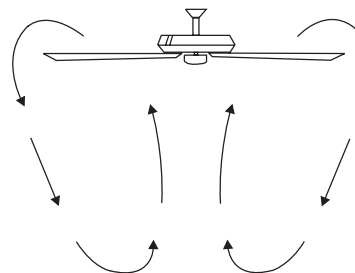

Fig. 24
**Fonctionnement par temps frais :** Inverser (sens horaire). Un flux d'air ascendant évacue l'air chaud des zones du plafond Fig. 24. Cela vous permet de régler votre unité de chauffage sur un réglage plus froid sans affecter votre confort général.